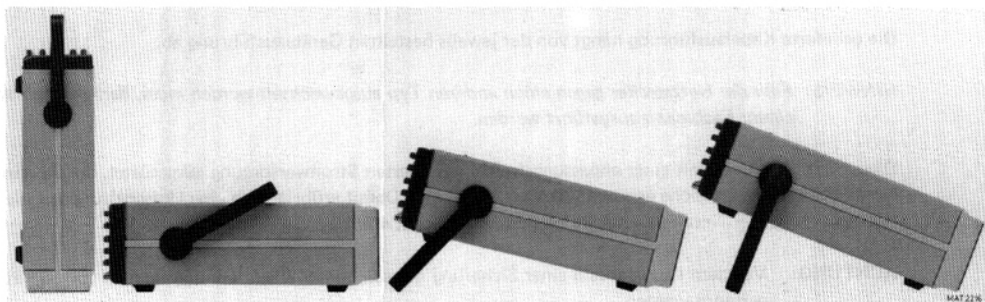

Abb. 2.2 Verschiedene Griffpositionen.
- auf dem Tragegriff ruhend, in zwei geneigten Stellungen (siehe Abb. 2.2).